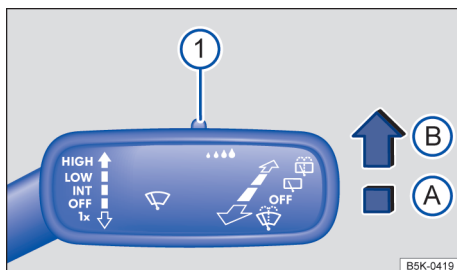

Fig. 106 À direita da coluna de direção: alavanca dos limpadores dos vidros.
Pressionar a alavanca para a posição desejada → Fig. 106:
A sensibilidade do sensor de chuva e de luz pode ser ajustada manualmente com o interruptor na alavanca dos limpadores dos vidros → Fig. 106 ① → .